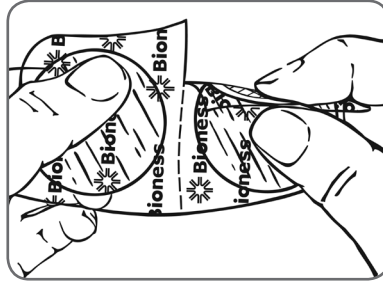

Figura 20: Cómo separar los nuevos electrodos de hidrogel.
4. Separe los dos electrodos nuevos por la línea perforada. Vea la Figura 20.